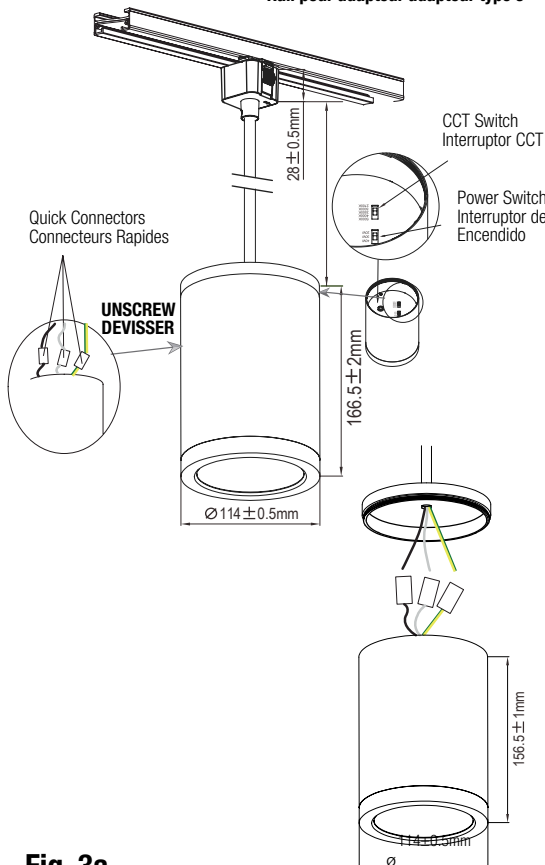

Fig. 3a
1. Select the desired LED color temperature and power using the switch inside the cylinder and screw the cylinder module onto the track mounting kit. (Fig. 3a detail)
1. Sélectionnez la température de couleur et la puissance souhaitées pour les LED à l'aide du commutateur situé à l'intérieur du cylindre, puis vissez le module cylindrique sur le kit de montage sur rail. (Fig. 3a détail)